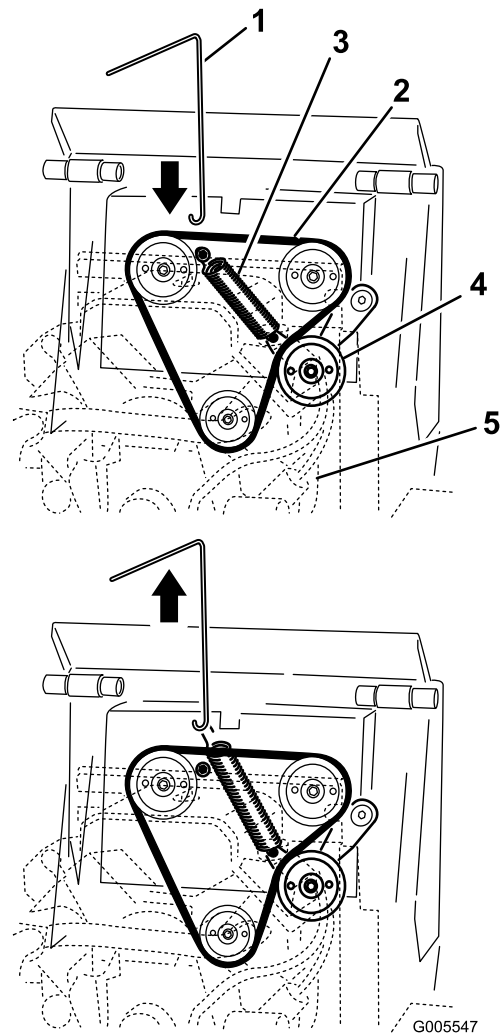

Figure 54
4. Accrochez le crochet de l'outil de dépose au crochet du ressort de la poulie de tension, et décrochez le ressort du goujon, comme montré à la Figure 54.